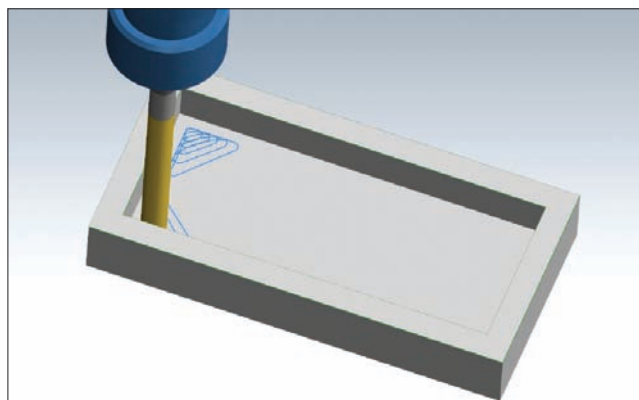

Рис. 4. Петлеобразными движениями фреза обрабатывает сначала верхний, а затем нижний из ближайших углов
- обработка двух ближайших углов (рис. 4);